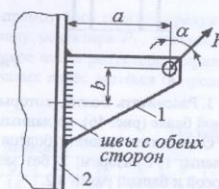

Рис. 44
1. Рассчитать сварное соединение листа 1 с уголком 2 (рис. 44) по данным табл. 44.